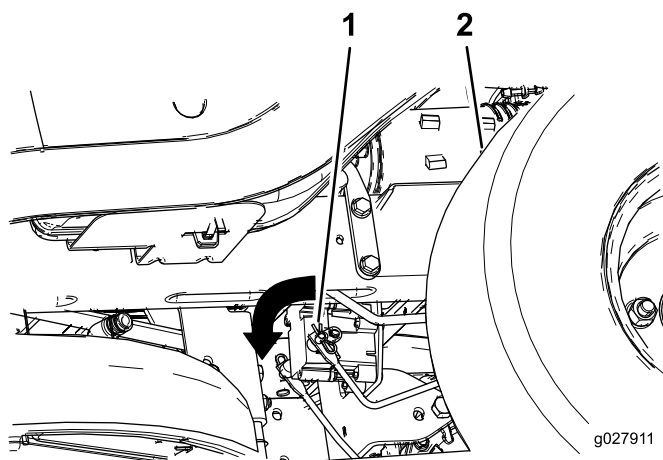

Figure 40
2. Localisez les arbres au point où les bras de liaison sont connectés de chaque côté du frein (Figure 40).